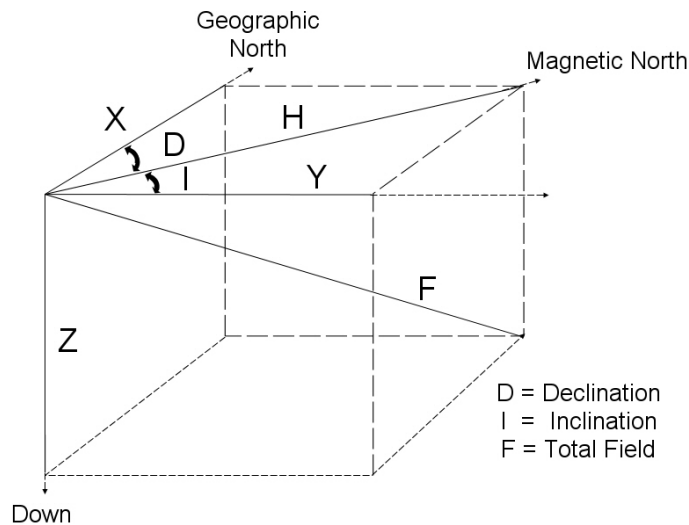

Figura 1.1
El campo magnético de la tierra (un campo vector que tiene amplitud y dirección) es descrito por una intensidad (intensidad total del campo T), una inclinación (I) y una declinación (D), Figura 1.1. Para aplicaciones específicas, componentes horizontales y verticales del campo pueden ser derivados de T, D e I.